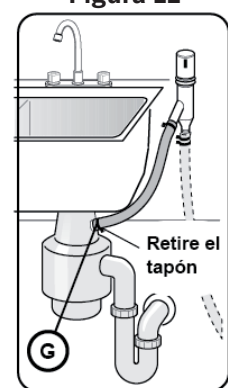

Figura 14
4. A la conexión de drenaje para lavadora de platos de un triturador de desechos a través de un espacio de aire, como se muestra en la Figura 14.